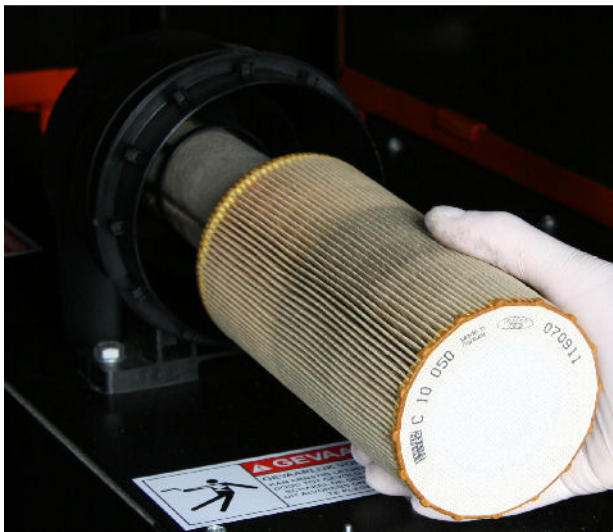

Bild 2-11 Luftfilterelement
3. Ziehen Sie das Filterelement heraus (Bild 2-11).